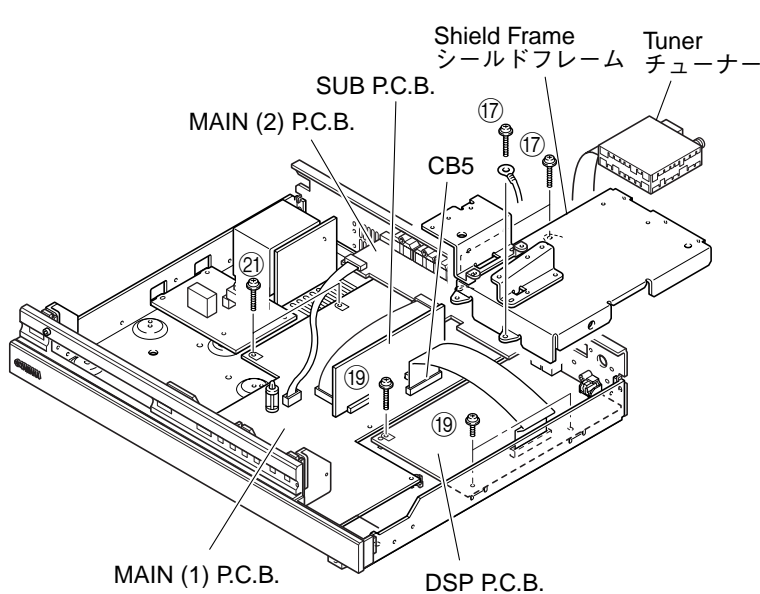

Fig. 10
- Remove the Tuner. (Fig. 10)
- Remove CB5. (Fig. 10)
- Remove 3 screws (17) and then remove the Shield Frame. (Fig. 10)
- Remove 3 screws (19) and then remove the DSP P.C.B.. (Fig. 10)
- Remove 2 screws (21) and then remove the MAIN (1) P.C.B. together with the rear panel. (Fig. 10)
- チューナーを取り外します。(Fig. 10)
- CB5を外します。(Fig. 10)
- 17のネジ3本を外し、シールドフレームを取り外します。(Fig. 10)
- 19のネジ3本を外し、DSP P.C.B.を取り外します。(Fig. 10)
- 21のネジ2本を外し、リアパネルといっしょにMAIN (1) P.C.B.を取り外します。(Fig. 10)